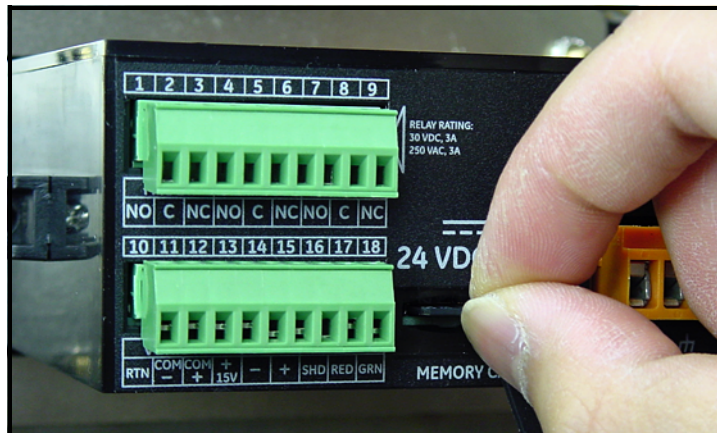

Figura 51: Remover o cartão MicroSD
3. Depois que o cartão MicroSD for parcialmente ejetado, retire-o do chassi **dew.IQ** (veja Figura 51 abaixo).